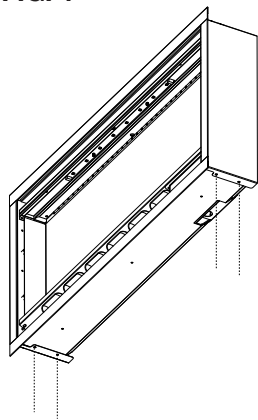

FIG. 3
4. Si les capots latéraux sont installés avant l'installation en retrait, retirez les capots latéraux en enlevant les vis (Figure 3 et 4).